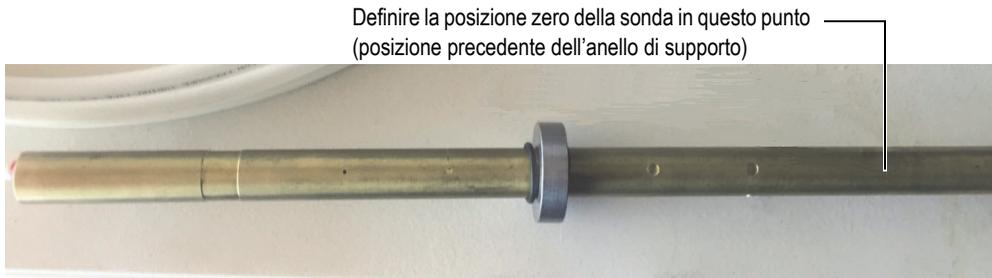

Figura 5-176 La posizione zero in seguito allo spostamento dell'anello di supporto
2. Posizionare la sonda in un'area priva di difetti (vedere Figura 5-176 a pagina 266) e in seguito premere il comando NULL (zero) dell'interruttore a pedale.
4. Posizionare la sonda su un'area priva di difetti (vedere Figura 5-176 a pagina 266).